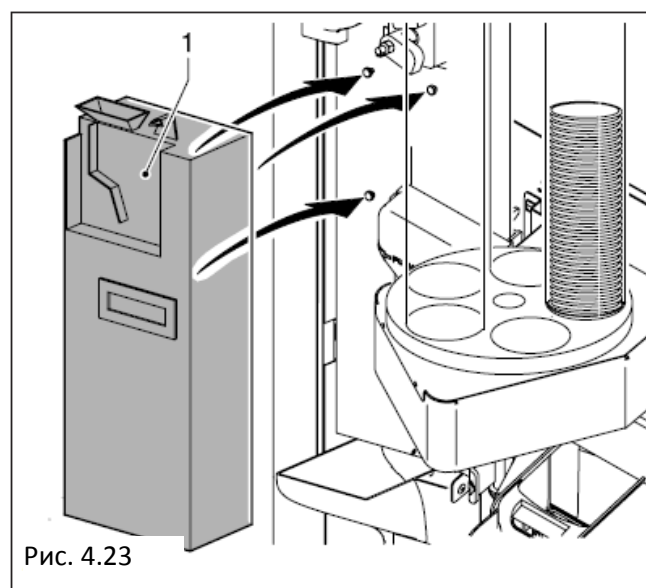

Рис. 4.23
- Присоедините платежную систему (Рис.4.23) к центральной панели.